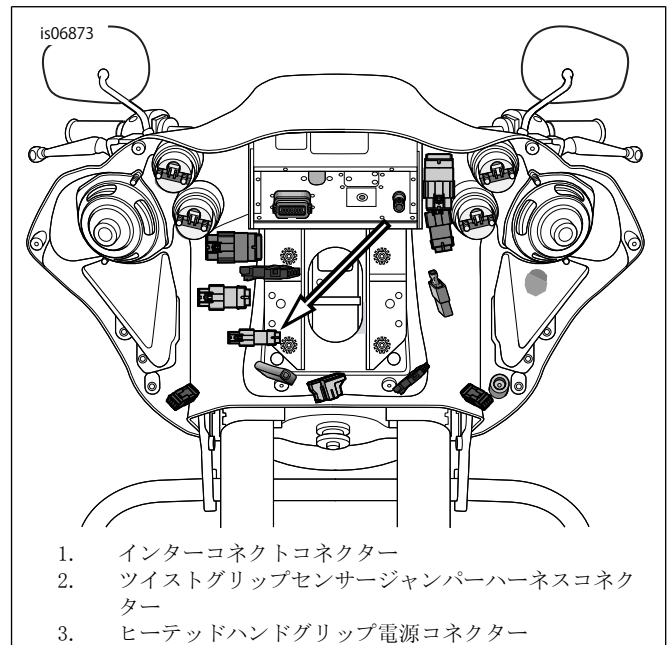

図7。ツイストグリップセンサージャンパーハーネスコネクタ (FLTRモデル)
4. >図7を参照してください。右側のハンドグリップからのTGSコネクタの半分をハーネスコネクタの半分に接続します。